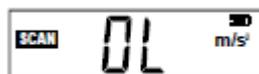

Fig. 5 (La valeur de la mesure a dépassé les limites)
5. Si la valeur enregistrée ne se trouve pas dans les limites indiquées dans les spécifications techniques, l'écran montrera le symbole "OL" (Fig. 5.).